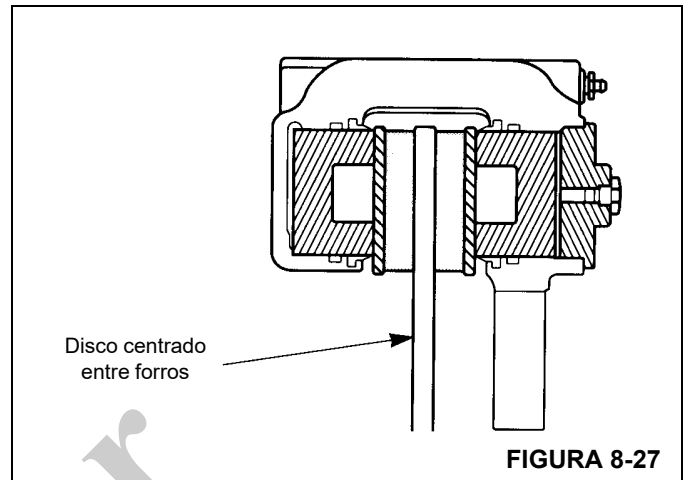

FIGURA 8-27
- b. Los suplementos deberán ser de acero, rectificadas hasta quedar planos y paralelos y deberán cubrir toda la superficie de montaje del cubo o de la caja. Los forros deberán moverse libremente en la caja y entre las placas terminales. Consulte la Figura 8-27.